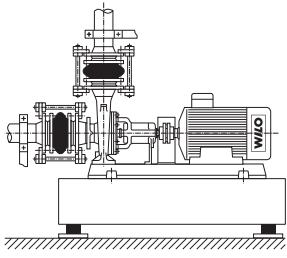

Fig. 9: Racordarea fără tensiune a pompei
- Este interzisă transmiterea de forțe de la conductă la pompă. Acestea trebuie captate imediat înainte de pompă și racordate fără tensiune (vezi fig. 9).
- Dilatarea conductelor odată cu creșterea temperaturii se va compensa prin măsuri adecvate (vezi fig. 9). Incluziunile de aer în conducte se vor preveni prin instalații corespunzătoare.